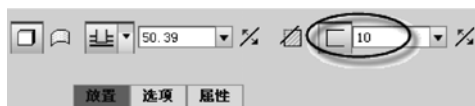

图 3-13 设置加厚草绘的参数
- 2 在“拉伸”选项卡中单击“加厚草绘”按钮, 接着输入“加厚厚度”为“10”, 如图 3-13 所示。